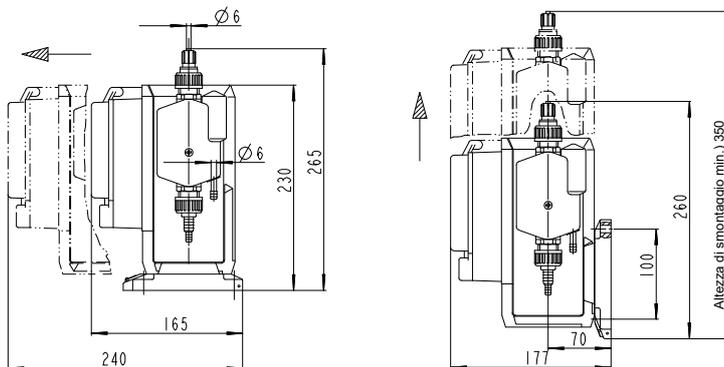

Fig. 4: disegno quotato
- Fissare la pompa al piede della pompa posizionabile (vedere fig. 4) a max. 1,5 m (per sostanze attive con densità pari a 1,0 g/ml) dal fondo del recipiente, tuttavia di preferenza alla minor altezza possibile (per impianti di dosatura DM-T 20 – DM-T 100 sul contenitore di dosaggio).